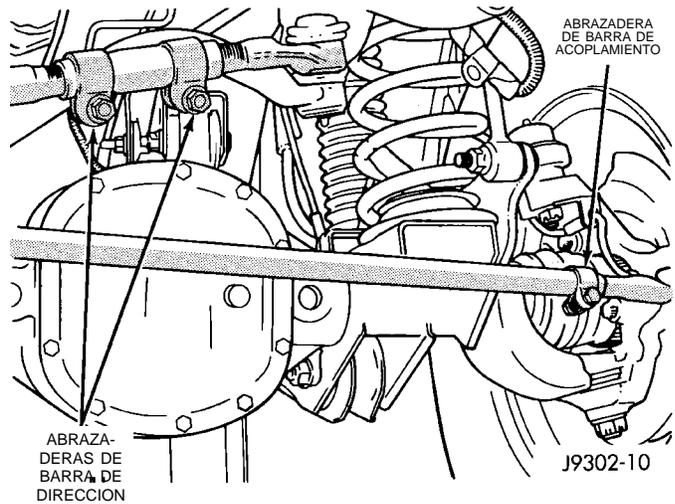

Fig. 4 Perno de abrazadera de barra de acoplamiento/barra de dirección
- (1) Si fuera necesario, instale los extremos de la barra de acoplamiento en el tubo. Emplace la abrazadera de la barra de acoplamiento (Fig. 4) y apriete con una torsión de:
- (2) Instale la barra de acoplamiento en la barra de dirección y articulación de la dirección. Instale las tuercas de retención.
- (3) Apriete la tuerca del perno de rótula en la articulación de la dirección con una torsión de 47 N·m (35 libras pie). Apriete la tuerca del perno de rótula en la barra de dirección con una torsión de 75 N·m
(1) Instale el manguito de ajuste de la barra de dirección y el extremo de la barra de acoplamiento. Coloque los pernos de abrazadera en su posición (Fig. 4).
(2) Coloque la barra de dirección en las articulaciones de la dirección. Instale la tuerca que fija la barra de dirección a la articulación de la dirección. Proceda de la misma manera para la barra de acoplamiento y el brazo pitman.
(3) Apriete la tuerca en la articulación de la dirección con una torsión de 47 N·m (35 lbs. pie). Apriete la tuerca del brazo pitman con una torsión de 81 N·m (60 lbs. pie) y la tuerca del perno de rótula de la barra de acoplamiento con una torsión de 47 N·m (35 lbs. pie). Instale los pasadores de aletas nuevos y doble el extremo 60°.
(4) Instale el amortiguador de la dirección en la barra de dirección y apriete la tuerca con una torsión de 74 N·m (55 lbs. pie). Instale un pasador de aleta nuevo y doble el extremo 60°.